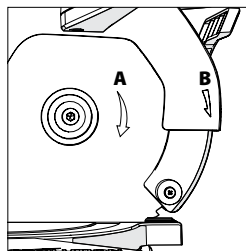

Fig. 29
Installez la nouvelle lame sur la bride intérieure en s'assurant qu'elle soit bien en place sur l'épaule de la bride, puis relâchez lentement le protège-lame inférieur dans sa position d'origine fermée. Assurez-vous que la flèche de rotation sur la lame (A) corresponde à la flèche de rotation des aiguilles d'une montre sur la protection supérieure (B). (Fig. 29)